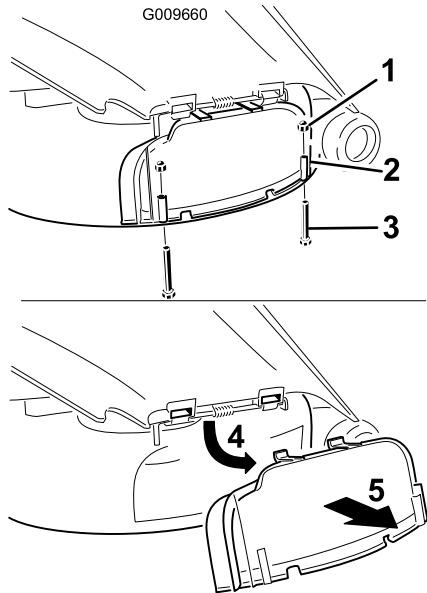

Figura 29
3. Retire los 2 pernos y tuercas que fijan la tapa de descarga al cortacésped (Figura 29).